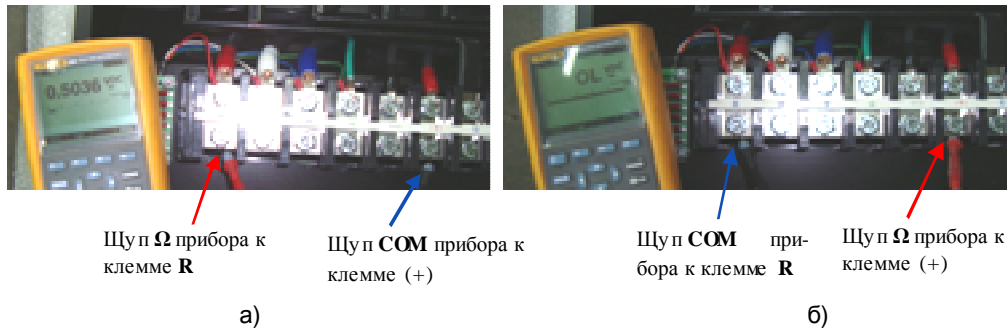

Рис. 4.13.
4.10.2. Проверить цепь предзаряда (диод предзаряда и резистор предзаряда), подсоединя мультиметр к клеммам «+» и «R» силовой клеммной колодки. Исправная цепь должна «звониться» как «диод»: при прямой проводимости показания прибора 0,3 – 1,0 и должен звучать короткий звуковой сигнал (рис. 4.13 а); при обратной проводимости - «обрыв цепи» (рис. 4.13 б).